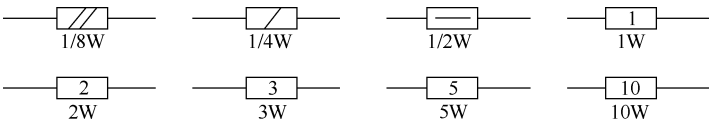

图 1-8 电路图中电阻器的功率标志
3) 在电路图中，为了表示电阻器的功率大小，一般会在电阻器符号上标注一些标志。电阻器上标注的标志与对应功率值如图 1-8 所示，1W 以下用线条表示，1W 以上的直接用数字表示功率大小（旧标准用罗马数字表示）。